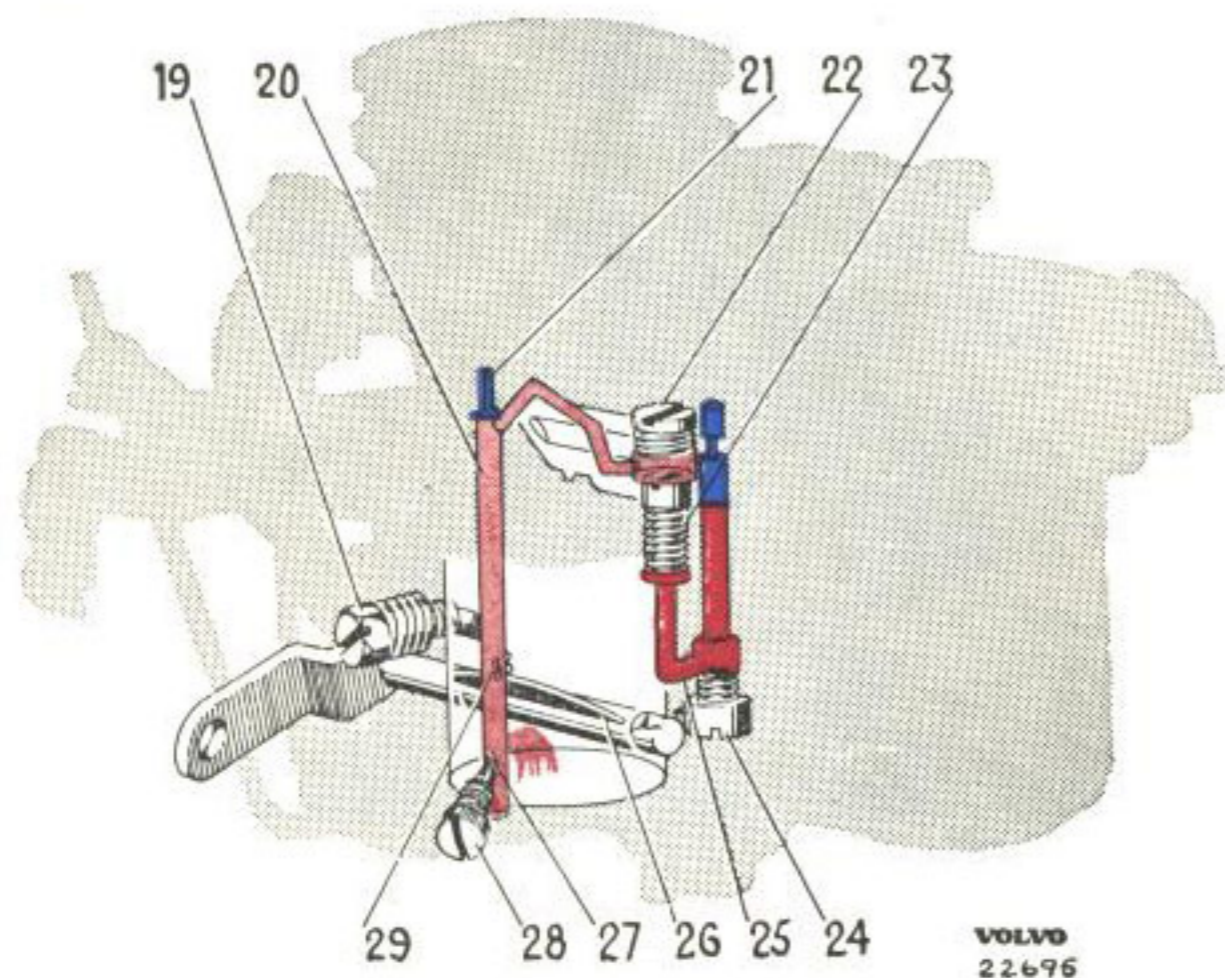

Bild 12. Tomgång.
När motorn går på tomgång är gasspjället nästan helt stängt (reglerat med en stoppskruv 19, bild 12) varigenom vakuomet omkring och under spjället blir stort. Sugningen genom tomgångshålet (27) blir då stark varvid bränsle suges upp från kanalen ovanför huvudmunstycket (24) genom ett kalibrerat hål (25) och tomgångsmunstycket (23) till tomgångskanalen som mynnar ut i förgasarhalsen med ett större (27) och två mindre hål (29). Luft tillföres genom dels ett hål (21) under luftspjället dels genom ett luftmunstycke (22) ovanför tomgångsmunstycket.